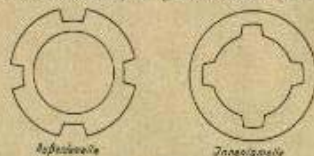

Bild 35.
Zwischen einem an dem Schwungrad befestigten Gehäuse (H) sind Lamellen in der Längsrichtung verschiebbar eingelegt. Die Lamellen L_1 sind sogenannte Außenlamellen, L_2 Innenlamellen (Bild 35).